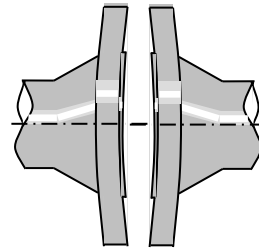

図6 フランジの変形
- フランジが変形していると、正確な締付面圧がかけられず漏れの原因となりますのでフランジを交換するか、修正してください。（図6参照）